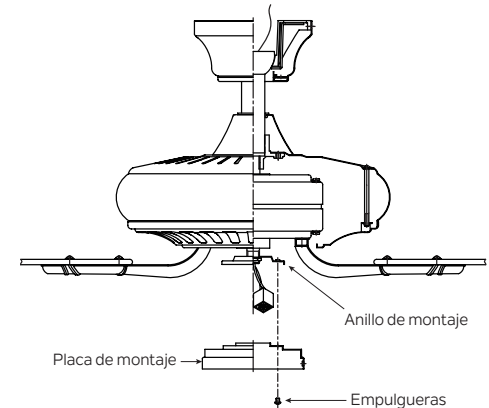

Fig. 16
**Paso 1.** Afloje los dos tornillos en el anillo de montaje unido al eje del motor y “retire” y guarde el tercer tornillo. (Fig. 16)